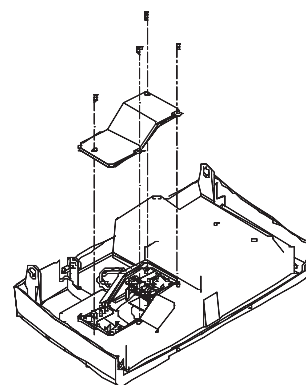

Fig. 3.7
- retirer le couvercle du capot de protection électrique (4 vis) (fig. 3.7)